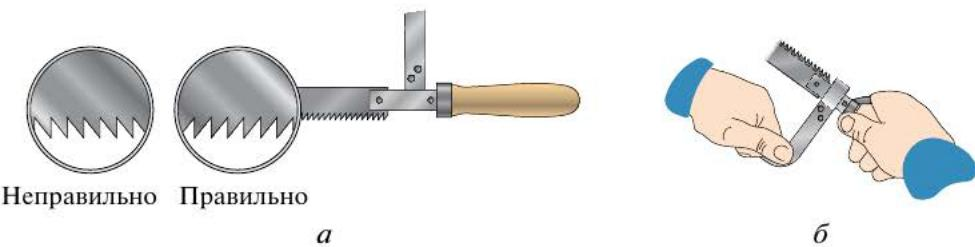

Рис. 5.26. Подготовка ножовки к работе: *а* — установка полотна в ножовку; *б* — натяжение ножовочного полотна
- Ножовочное полотно устанавливают в прорези головки так, чтобы *наклон зубьев был направлен от ручки* (рис. 5.26, *а*).
5. Натяжение ножовочного полотна выполняют вручную без больших усилий лёгким вращением гайки-барашка (рис. 5.26, б). Для этого нельзя использовать ручные тиски, плоскогубцы.